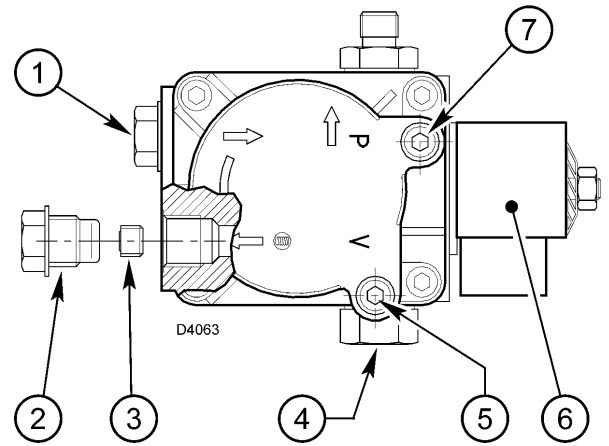

рис. 5
- Насос предназначен для двухтрубной схемы. Если вы хотите сделать однотрубную схему, необходимо вывинтить пробку обратного трубопровода (2), вывинтить винт байпаса (3) и потом снова закрутить пробку (2) (Смотри рисунок 5).
В системе, изображенной на рисунке 6 достаточно ослабить штуцер вакуумметра (5, рис. 5) и подождать, пока не начнет выходить топливо.
насос настраивается на заводе на 12 бар. Для того, чтобы изменить настройки, поверните винт (4, рис.5, стр. 4).